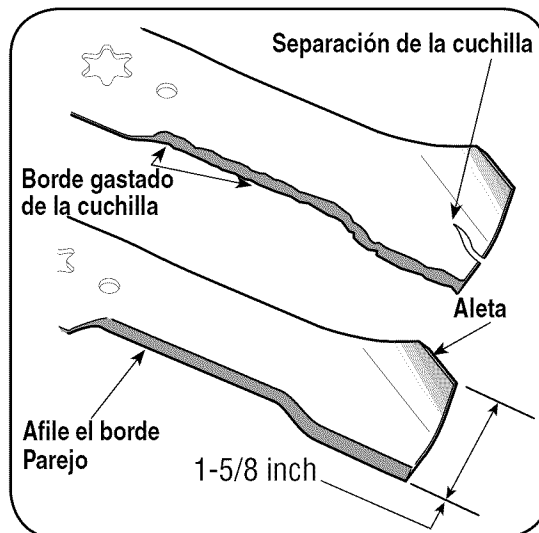

Figura 25
**IMPORTANTE:** Si el borde de corte de la cuchilla ya ha sido afilado hasta 1 5/8" del borde, o si existe una separación de metal, reemplace las cuchillas por otras nuevas. Vea la Figura 25.